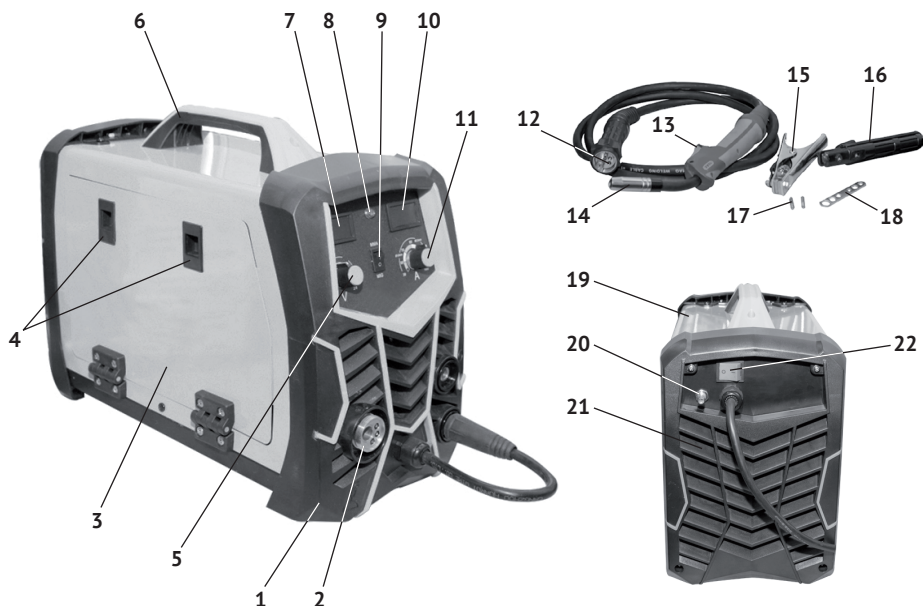

рис.1
4.1 Общий вид полуавтомата представлен на рис. 1:
4.2 Основные узлы сварочного полуавтомата: трансформаторы, транзисторы, конденсаторы, радиаторы, плата управления и вентилятор расположены в металлическом корпусе (рис.1 поз. 19) с вентиляционными решётками для отвода тепла. Охлаждение прибора обеспечивают радиаторы и вентилятор. На передней панели (рис.1 поз.1) расположены органы управления сварочного полуавтомата: ручка регулировки (рис.1 поз.11), регулирующая ток сварки, в режиме «ММА» и скорость подачи проволоки в режиме «MIG/MAG/NoGas», ручка регулировки напряжения сварочного контура (рис.1 поз.5) в режиме «MIG/MAG/NoGas»; дисплей (рис.1 поз.7), отображающий реальное напряжение сварочного контура и дисплей (рис.1 поз.10), по показаниям которого настраивается в режиме холостого хода ток сварки. В рабочем режиме дисплей отображает реальный ток сварки. Клавиша (рис.1 поз.12) переключает режимы работы прибора: «ММА» – ручная дуговая сварка штучными электродами и «MIG/MAG/NoGas» – сварка плавящейся электродной проволокой: в среде инертного газа/ в среде активного газа/ порошковой проволокой. Сверху на панели расположен индикатор перегрева (рис.1 поз.8) загорается при превышении теплового режима сварочного полуавтомата. При этом процесс сварки автоматически останавливается. Не отключая аппарат, дождитесь пока температура не снизится до рабочего диапазона и индикатор погаснет. В режиме «MIG/MAG/NoGas» протяжка электродной проволоки к горелке, подача газа к соплу (рис.1 поз.14) и напряжения на сварочный наконечник осуществляется нажатием на клавишу (рис.1 поз.13).
На передней панели слева расположен разъём (рис.1 поз.2) подключения газовой горелки Евро MIG-15AK. Справа быстрозажимные клеммы «-» (рис.1 поз.23) и «+» (рис.1 поз.24) подключения кабелей: с зажимом от изделия, с электрододержателем (сварка в режиме «ММА») и переключения полярности (сварка в режиме «MIG/MAG/NoGas»).
Под крышкой (рис.1 поз.3) расположен механизм подачи электродной проволоки (в режиме «MIG/MAG/NoGas»): катушка электродной проволоки, 2-х роликовый механизм подачи проволоки через направляющий канал в коаксиальном кабеле горелки. Это так называемый толкающий способ подачи проволоки, когда механизм подачи (вращение опорного ролика) приводится в действие двигателем постоянного тока через редуктор.
- выключатель (рис.1 поз.22), который имеет два фиксированных положения «ON» - включено и «OFF» - выключено;
- штуцер (рис.1 поз.20) подключения шланга подачи газа;
6.4.1 Сварочный кабель с электрододержателем (режим сварки «ММА») подключается, как правило, к быстрозажимной клемме «плюс» (рис.1 поз.24) - обратная полярность, за исключением случая использования кислотных электродов. В любом случае, сначала ознакомьтесь с инструкцией на упаковке электродов.
6.4.2 Кабель с горелкой (режим сварки «MIG/MAG/NoGas») подключается к разъёму (рис.1 поз.2), полярность определяется подключением кабеля (рис.1 поз.25) к клемме «+» или «-».
Перед началом сварки, при отключённом от сети аппарате, необходимо проверить правильность и надёжность подключения кабелей, заземление корпуса аппарата и положение клавиши переключателя режимов (рис.1 поз.9) в режим «ММА». После этого подключить сварочный полуавтомат к сети и перевести выключатель (рис.1 поз.22) в положение «ON» - включено.
7.1.1 В большинстве случаев кабель с держателем электрода подключается к быстрозажимной клемме «плюс» (рис.1 поз.24 - обратная полярность), однако есть некоторые виды электродов, подключаемых к быстрозажимной клемме «минус» (рис.1 поз.23 - прямая полярность), поэтому подключать сварочные кабели следует в соответствии с полярностью аппарата «+» и «-» и типом электродов.
7.1.4 Ток сварки регулируется ручкой (рис.1 поз.11), фактическое значение тока при
работе отображается на дисплее (рис.1 поз.10).
Перед началом сварки, при отключённом от сети аппарате, необходимо проверить правильность и надёжность подключения обратного кабеля и сварочной горелки, системы газоснабжения, заземление корпуса аппарата и положение клавиши переключателя режимов (рис.1 поз.9) в режим «MIG/MAG/NoGas».
- нажав (вниз) защёлки (рис.1 поз.4), открыть крышку (рис.1 поз.3) отсека подачи проволоки;
- включить сварочный полуавтомат: выключатель (рис.1 поз.22) в положение «ON»;